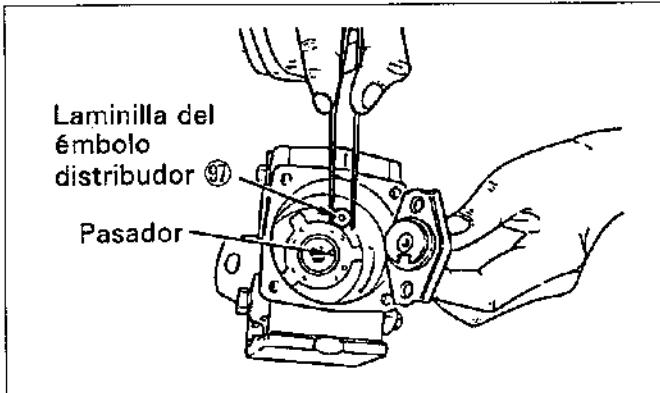

Figura 14-26
(1) Emplee la misma laminilla ⑦ que se extrajo durante el desmontaje de la bomba. Ponga la laminilla en la superficie de contacto del disco de leva. Ponga con cuidado el émbolo distribuidor sobre la laminilla y alinéela correctamente con el pasador de impulsión del disco de leva. (Vea la figura.14-26)